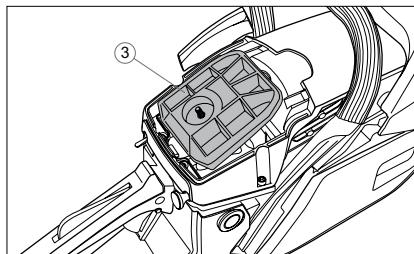

Fig. 25
2. Rimuovere e pulire il filtro dell'aria 3 (fig. 25), picchiettandoli leggermente su una superficie dura.